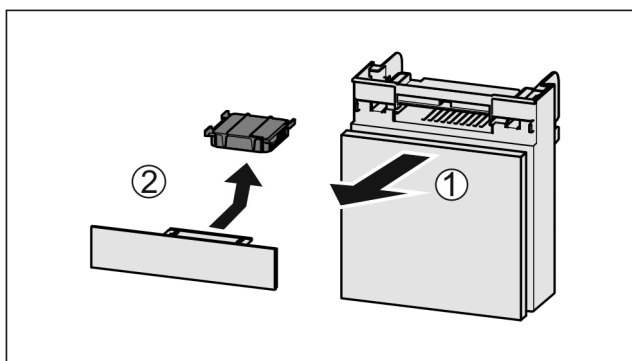

Fig. 155
- ▶ Pretinac izvucite Fig. 155 (1) prema naprijed.
- ▶ Izvadite filter s aktivnim ugljenom Fig. 155 (2).